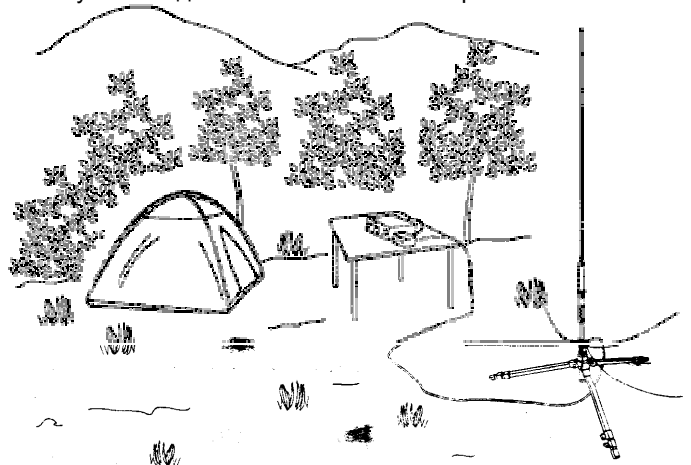

Рис. 1
- ❑ Установите треногу как можно ниже, для большей устойчивости сборки тренога/антенна. КСВ так же имеет тенденцию быть меньше, когда основание ATAS-25 располагается ближе к земле (Рис.1).